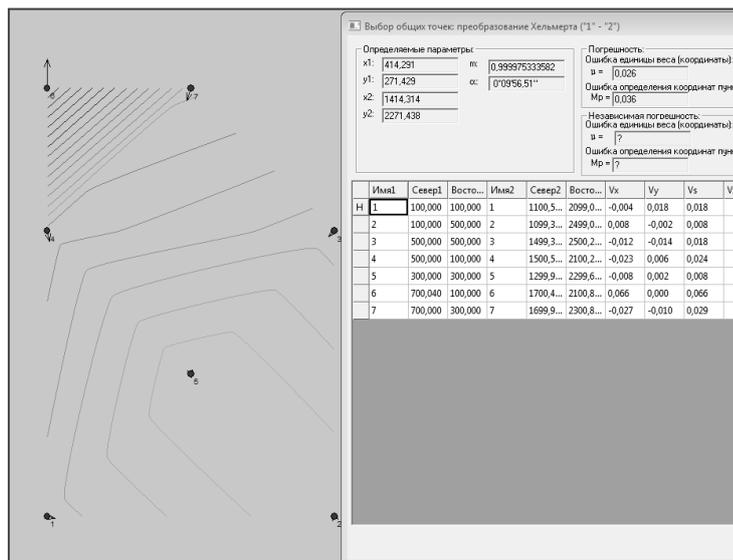

Рис. 5.1
4. Не закрывая окна **Выбор общих точек...**, включите Видимость графического окна **Вид/Окно графическое**. Просмотрите отображение векторов ошибок (рис.5.1).